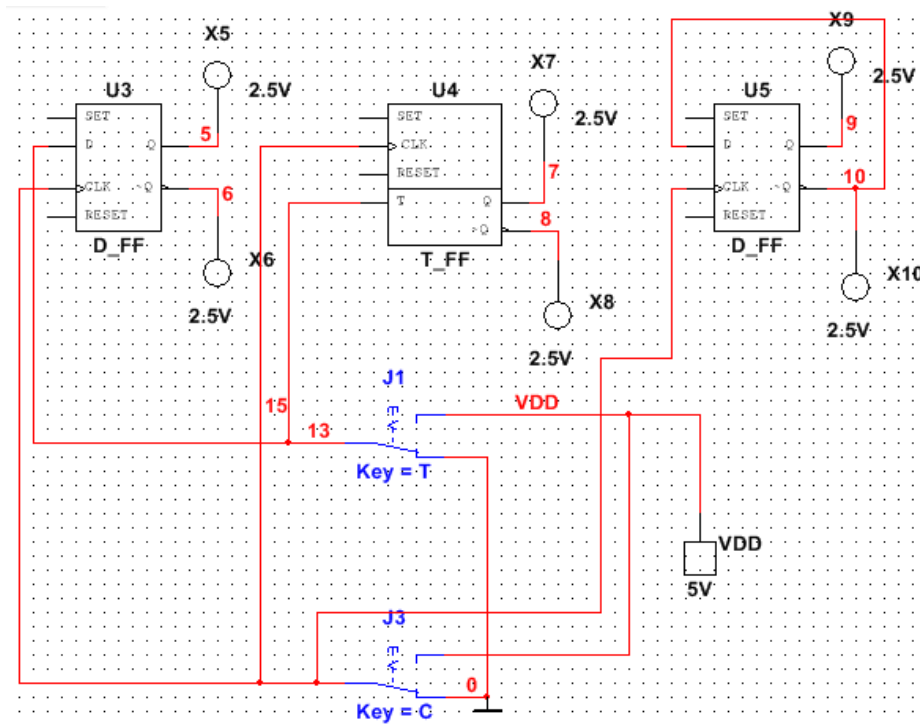

Рисунок 2 Схема для сравнительного исследования триггеров в интегральном исполнении
1.2.1. Открыть модель **x_D_Tc_Dсч.ms10** (рис. 2), в которой находятся три триггера: «обычный» D – триггер, синхронный Т – триггер, счётный D – триггер (или собрать её самостоятельно).
1.3.1 По аналогии с моделью **x D_Tc_Dсч.ms10** (рис. 2) собрать самостоятельно модель для сравнительного исследования синхронного счётного JK – триггера, синхронного Т – триггера, асинхронного счётного JK – триггера. Использовать модели счётных JK – триггеров из п. 3.2 и п. 3.3 предыдущей ЛР.